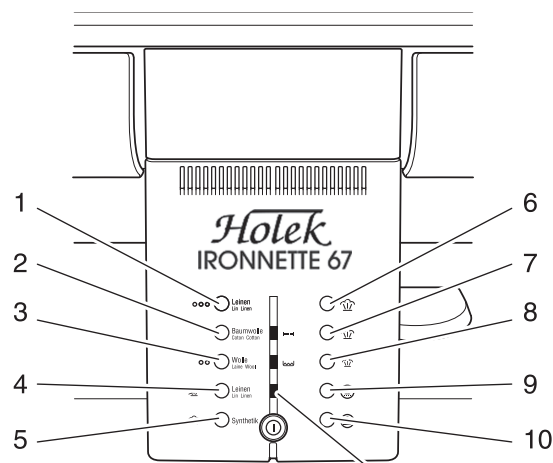

Fig. 26
- Der Testmodus wird durch die blinkende grüne LED 11 („Netz ein“) angezeigt (Fig. 26). Diese LED blinkt während des gesamten Tests.